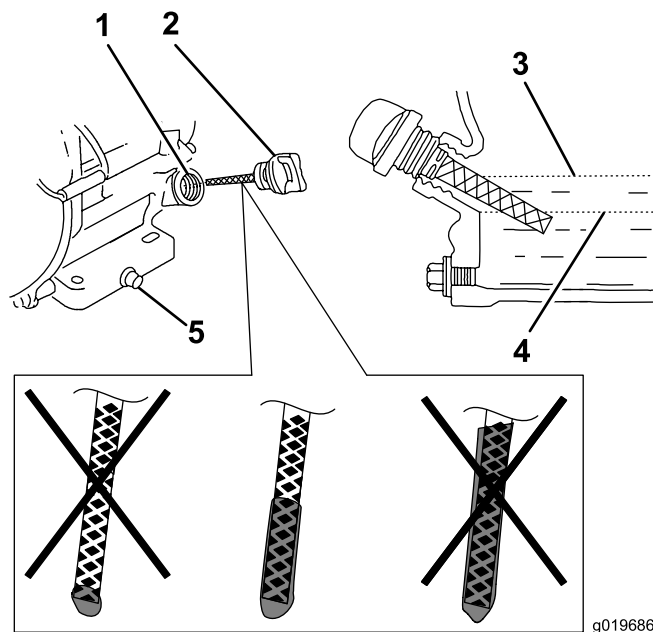

Figure 7
3. Nettoyez la surface autour de la jauge d'huile pour éviter de faire tomber des impuretés dans l'orifice de remplissage, ce qui endommagerait le moteur (Figure 7).
Remarque: Le niveau d'huile doit atteindre le repère supérieur (Figure 7).